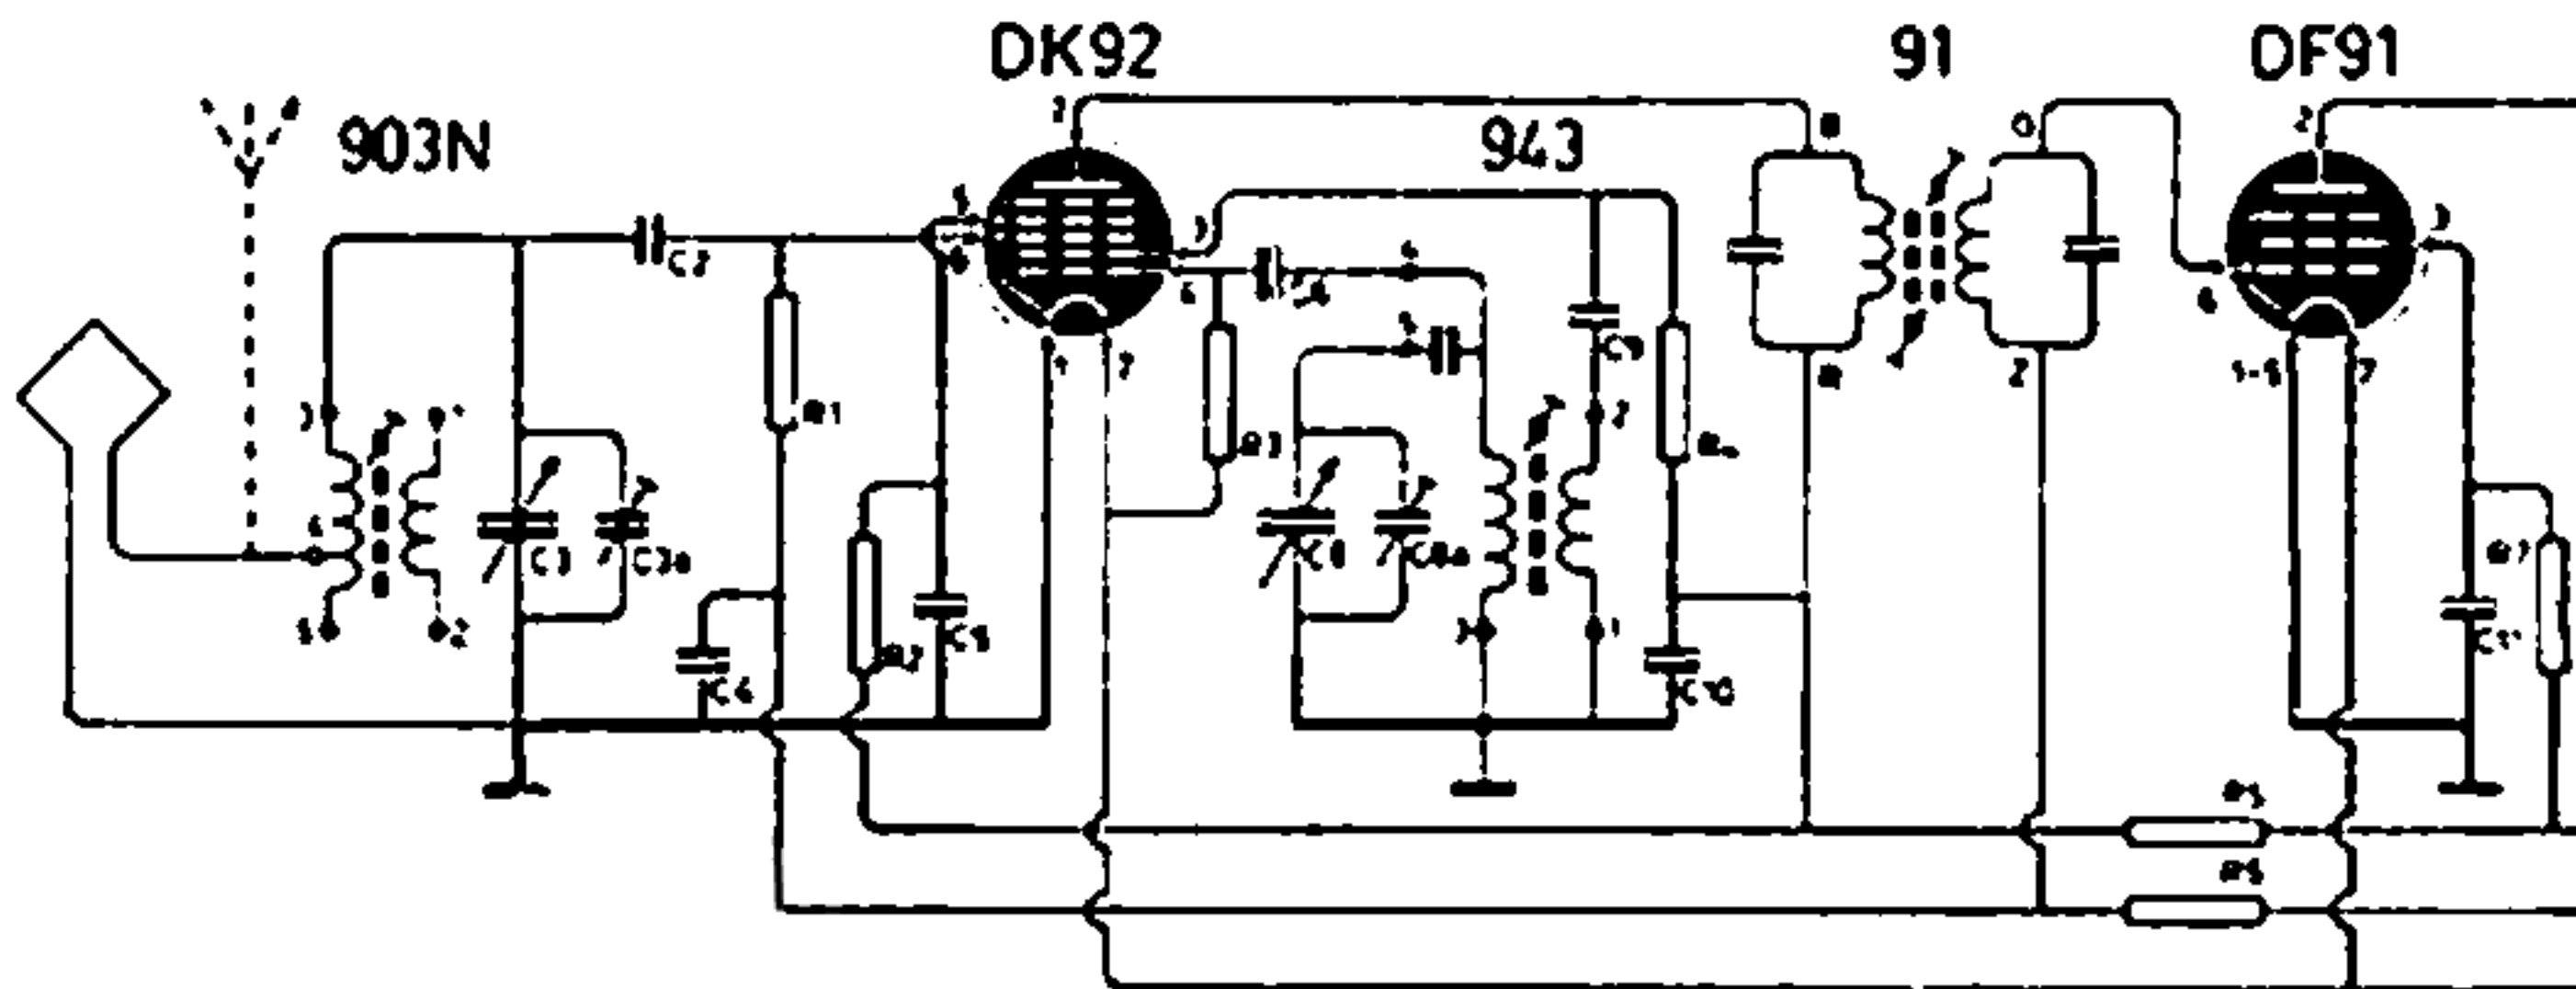

Fig. 1
- Fig. 1 - SCHAKELING VAN DE ZEPHYR-II**